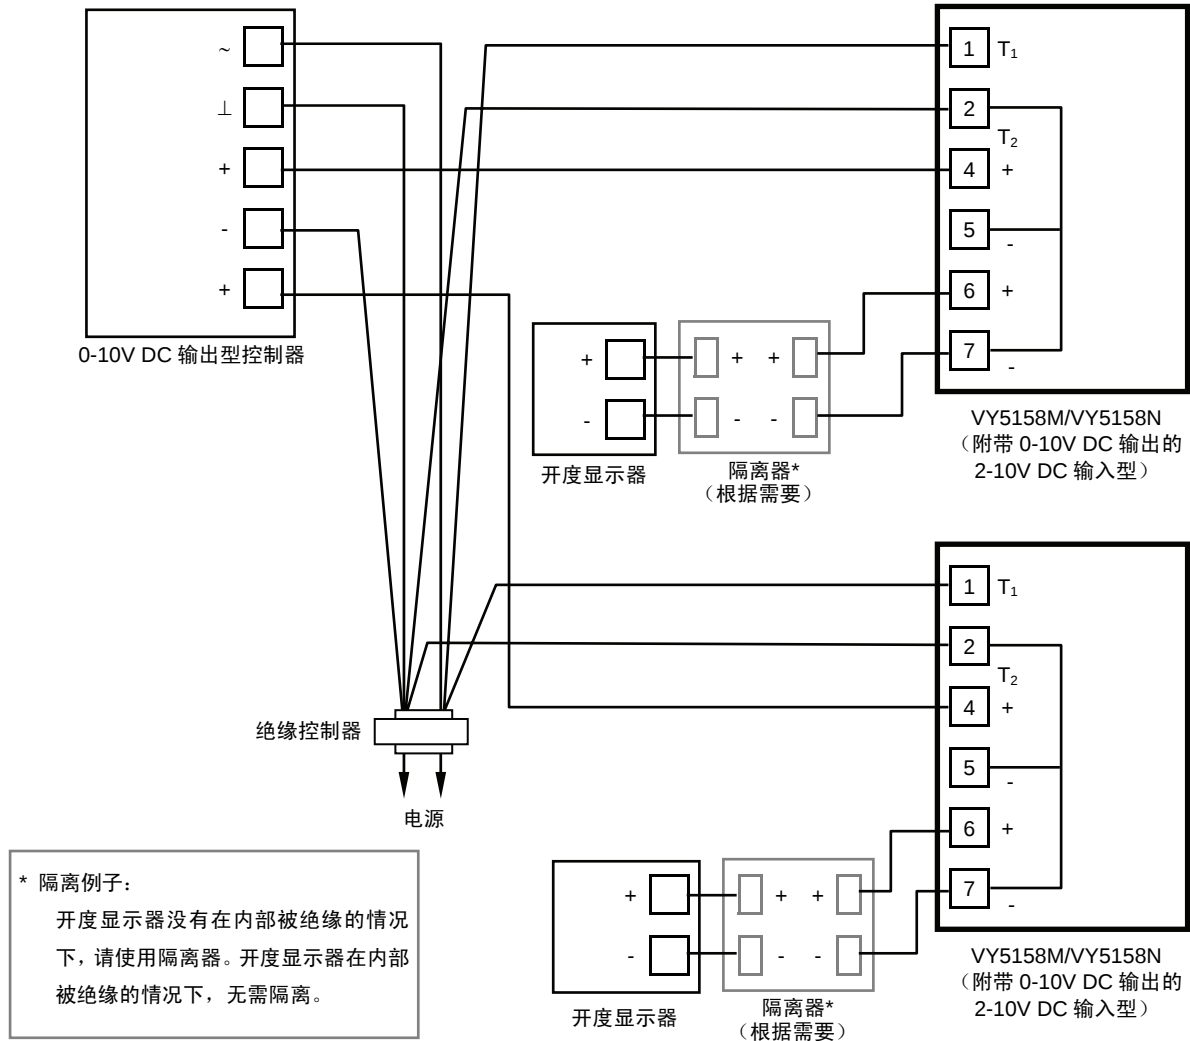

图 25 配线例子（4）：VY514XM / VY514XN 和 WY5117 的连接
- 如图 25, 执行器的变压器与控制器共用, 将地线（⊥）作为共用线（-）来使用。由此, 在执行器和控制器间的共用线（-）连接被省略。如果不能满足上述所有的限制条件的话, 将无法连接系统共用线。